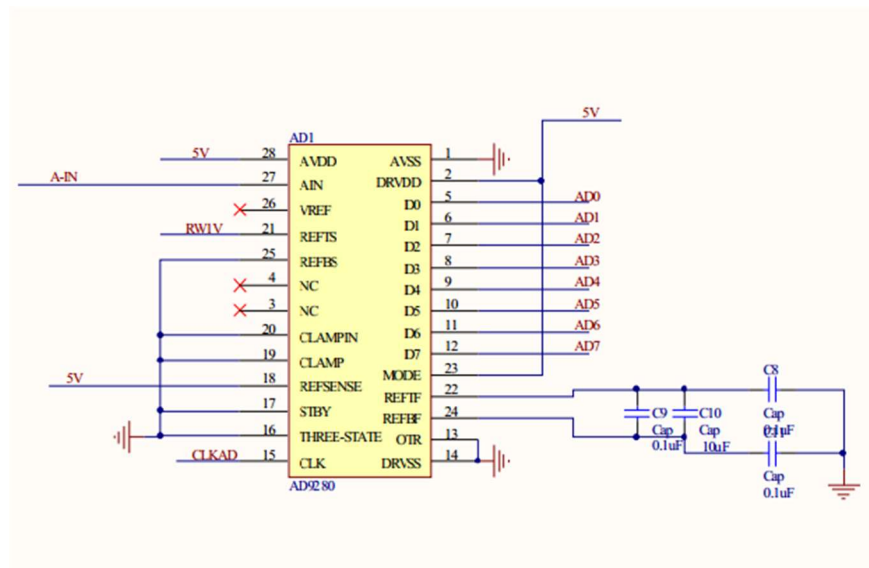
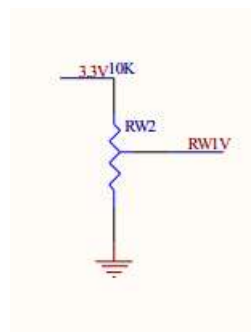
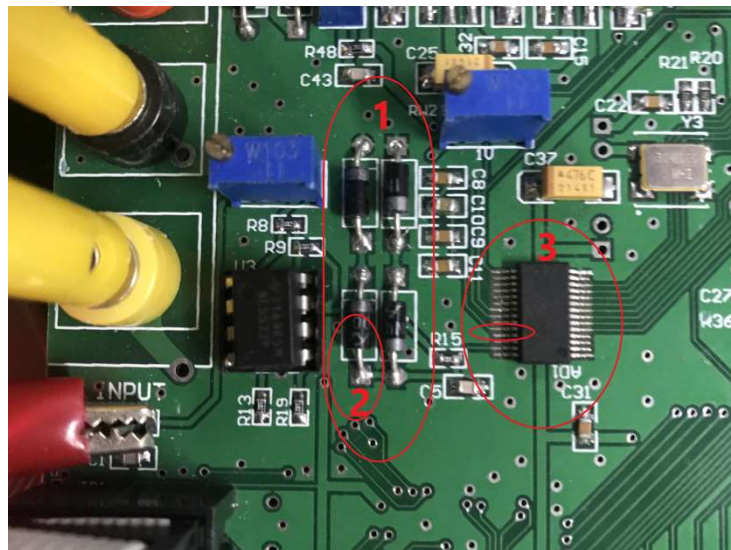
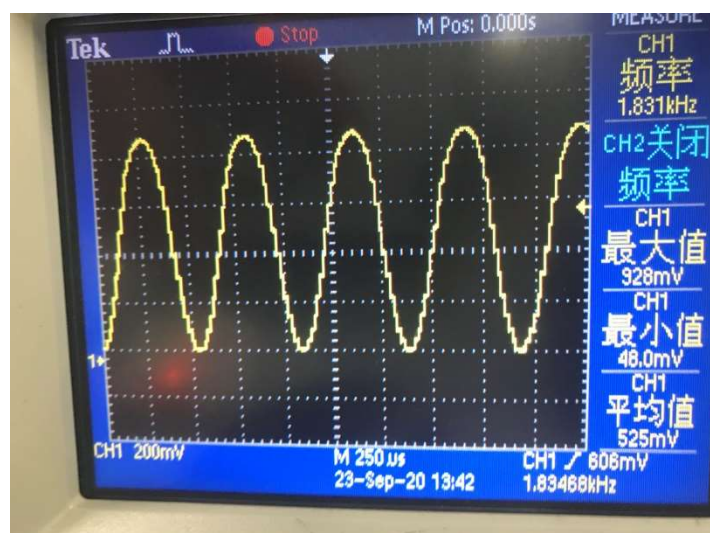

图 7
图 8
图 10 其他示波器观测点
图 11 二极管引脚观测波形
如图 7 所示，还有一个要调的地方就是 AD 芯片上的 RW1V，如图 8 所示，电位器 RW2 可以进行调节。
- (3) 调节电位器 RW2，用示波器观察图 7 AD 芯片的 21 引脚，使输出电压为 1V。如图 10 的 3 处为 AD 芯片，我们所要测量的位置已画圈，注意原理图的芯片方向和实验箱的芯片方向有所不同，根据实际情况测量管脚，管脚太小测量会有一些难度。
- (4) OUTPUT 与 INPUT 连接以后，调节电位器 RW1，用示波器测量图 10 中的 2 处，即二极管的引脚处，如图 11 所示，保证正弦波的幅值在 0-1.2V，波形不失真即可。